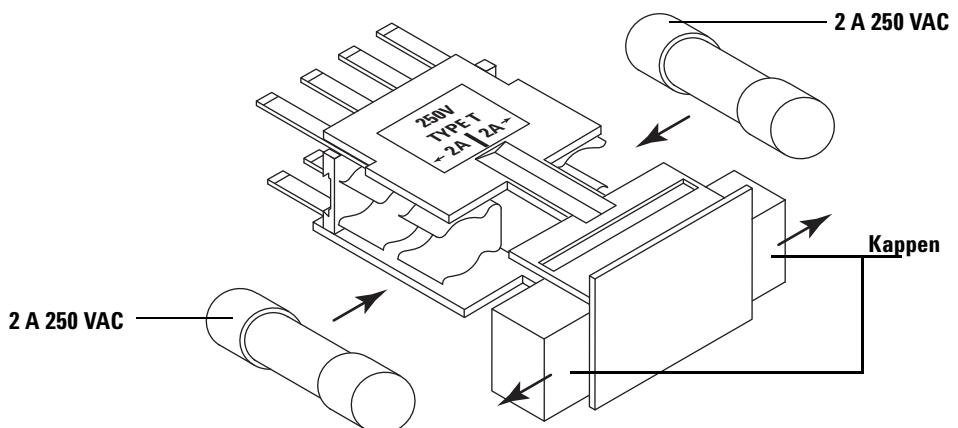

Abb. 81 Richtige Sicherungsausrichtung
- 6 Installieren Sie die neuen Sicherungen (Abbildung 81).